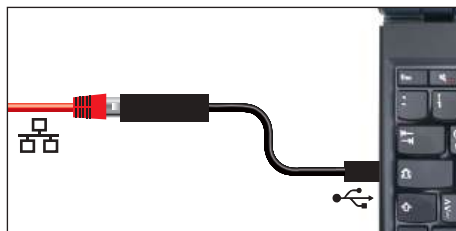

Fig. 8 Convertidor Ethernet–USB
- ▶ Convertidor Ethernet–USB (Fig. 8). Esta pieza permite conectar la conexión de red del equipo (véase la página 13) con la conexión USB de un PC/ordenador portátil.